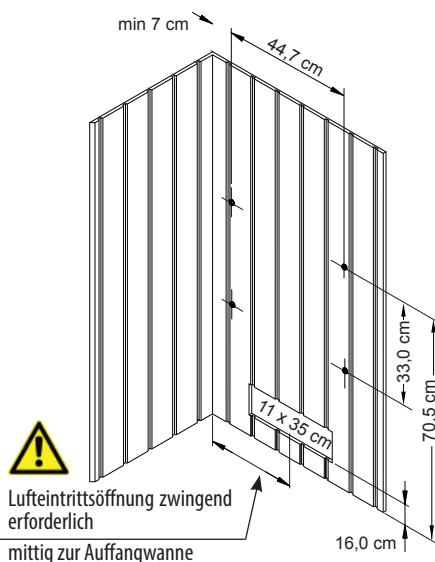
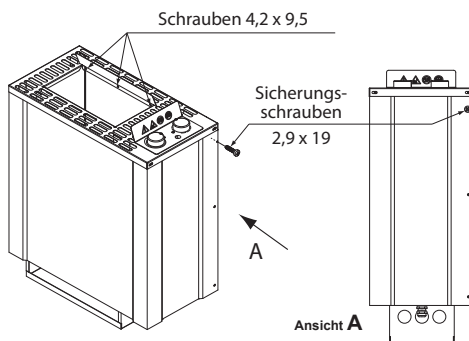

Abb. 2
Abb. 6
1. 4 Befestigungsschrauben gemäß Abb. 2 über der Lufteintrittsöffnung so in die Kabinenwand schrauben, dass zwischen Wand und Schraubenkopf noch ca. 3 mm Platz ist.
6. Das Saunaheizgerät mit 4 Schrauben durch die am hinteren Ofenrand befindliche Bohrung an der Wand (Abb. 2+5) oder seitlich, wie in Abb. 6 gezeigt, mit den Sicherungsschrauben 2,9 x 19 sichern.
7. Das beiliegende Strahlblech, wie in Abb. 6 gezeigt mit 3 Schrauben 4,2 x 9,5 und die beiden Sicherungsschrauben festschrauben.